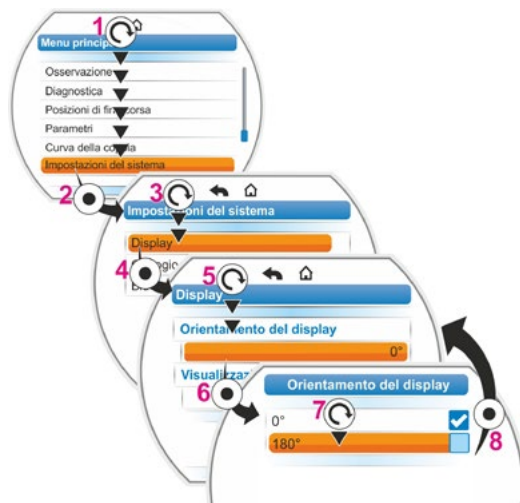

Fig. 2: Modifica dell'orientamento del display
1. Nel menu principale selezionare "Impostazioni del sistema" (fig. 2, pos. 1) e confermare (fig. 2, pos. 2).